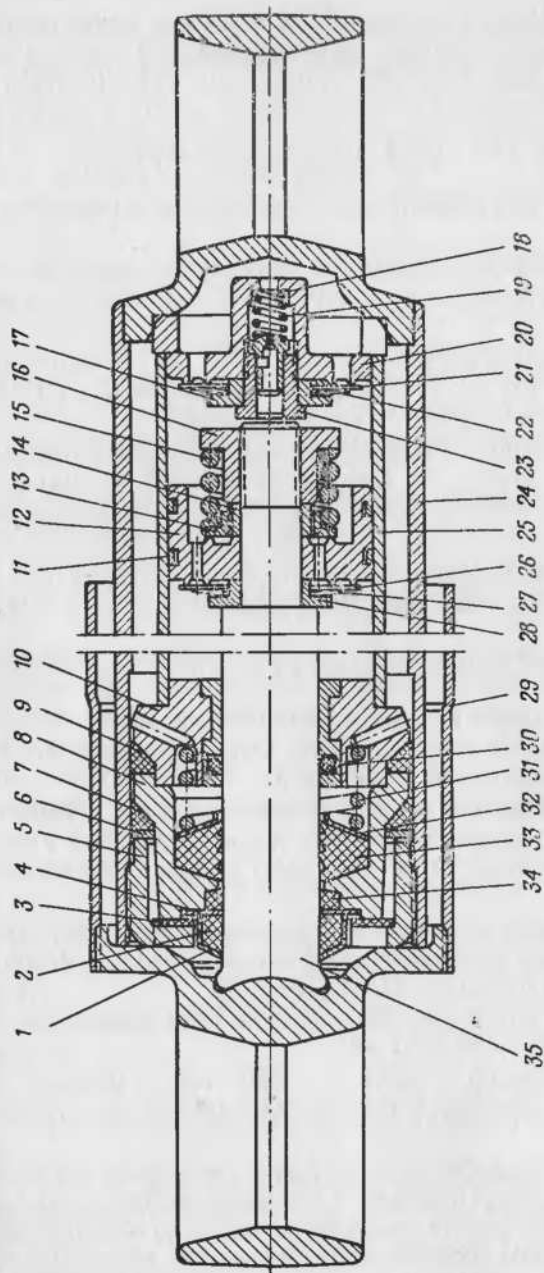

Рис. 4. Амортизатор подвески:
1. Зачистить закерненные места, отвернуть кожух 29 (рис. 4) и сдвинуть его.